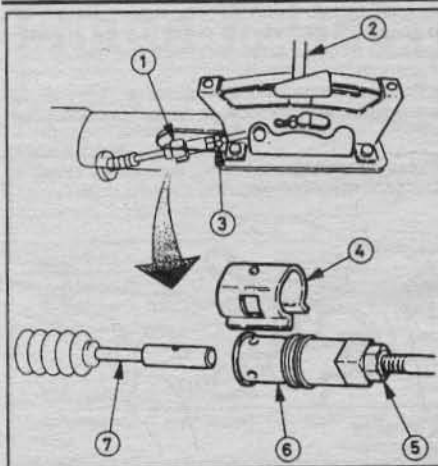

Рис. 4.8 Детали регулировки троса переключения: 1 - защелка, 2 - рычаг, 3 - контргайка, 4 - защелка, 5 - контргайка, 6 - регулятор длины, 7 - трос.
11. Переместите рычаг переключения в положение D (модели до 1991 года) или N (модели 1991 года) и снимите защелку с регулятора длины (см. рис. 4.8).